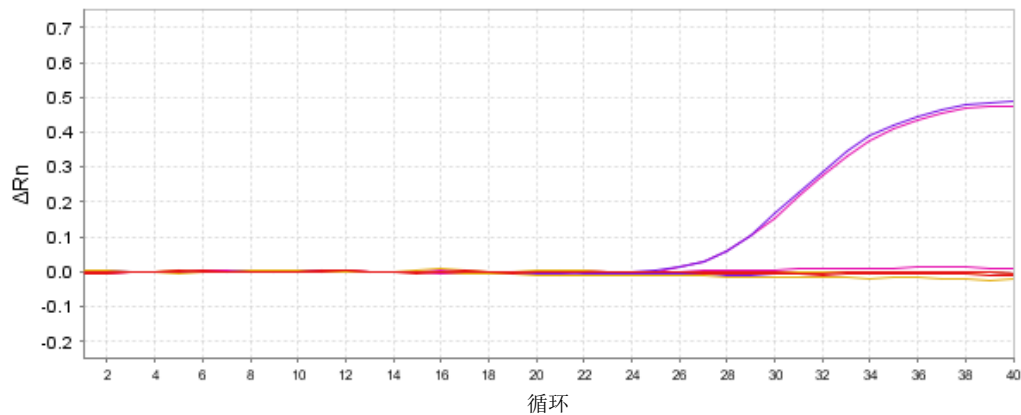

图 15 阴性对照和阻断的 IPC 扩增图谱示例
- 查看阴性对照的扩增图谱（参见图 15 和第 35 页的“优化阴性对照在扩增图谱中的显示”）。